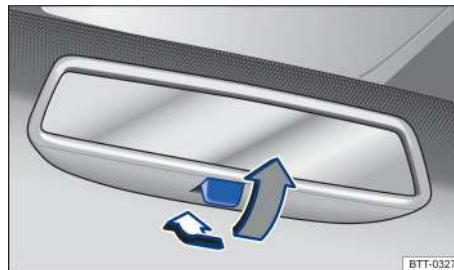

Рисунок 65. На лобовом стекле: внутреннее зеркало заднего вида с антибликовым покрытием с ручным управлением
- Чтобы избежать ослепление бликами, переместите рычаг назад →Рисунок 65. ◀